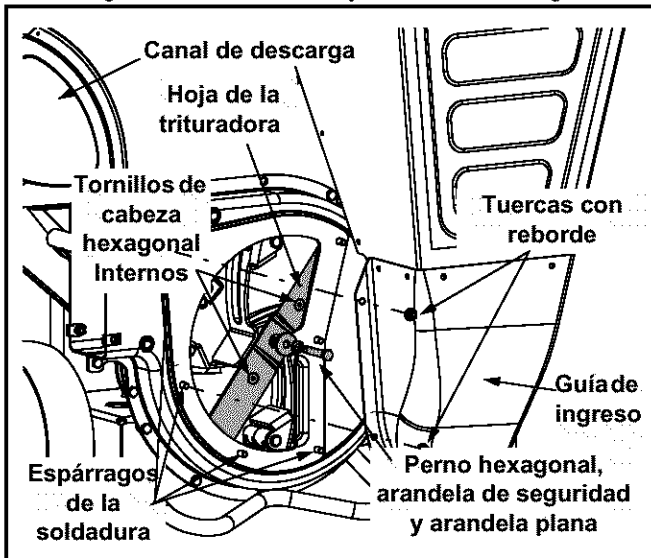

Figura 20
- Saque las seis tuercas con reborde que sujetan la guía de ingreso de la tolva a la caja del motor. Ver Figura 20.
- Saque los dos tornillos hexagonales internos que sujetan la hoja de la trituradora al motor. Ver Figura 20.
**NOTA:** Use una llave hexagonal de 3/16" (Allen) en el exterior de la hoja de la trituradora y una llave de tubo de 1/2" (o cubo) en el interior de la hoja de la trituradora. Ver Figura 20. Sostenga la llave Allen quieta y gire la llave de tubo (o cubo) para aflojar la tuerca.